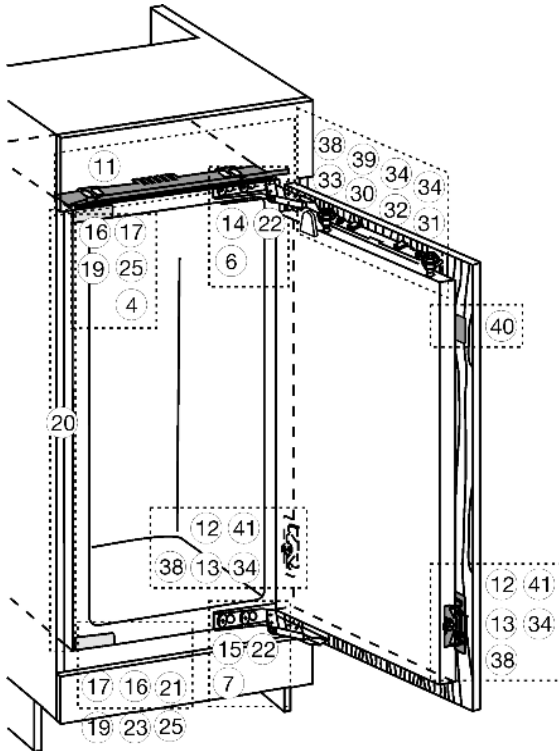
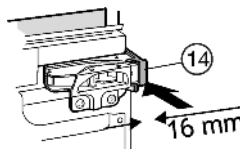
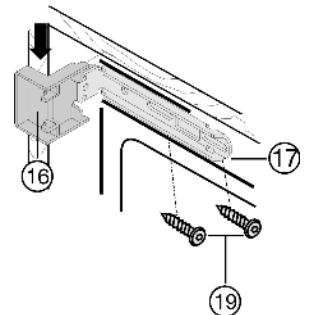
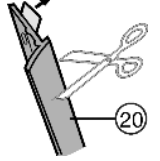

Fig. 9
Fig. 13
Fig. 14
Fig. 15
- ▶ Afdekkingen Fig. 9 (4,6,7) afnemen.
- ▶ Afstandhouder Fig. 13 (14) en afstandhouder Fig. 9 (15) op de scharnieren klikken.
- ▶ Afdekking Fig. 14 (16) boven en afdekking Fig. 14 (17) beneden op de bevestigingshoeken steken.
- ▶ De bevestigingshoeken Fig. 14 (17) boven met schroeven Fig. 14 (19) en beneden met schroeven Fig. 9 (19) zodanig vastzetten dat de hoek nog iets naar links en rechts bewogen kan worden.
- ▶ Beschermfolie van de afdekrail Fig. 15 (20) trekken.
- ▶ Afdekrail Fig. 15 (20) aan de kant van de handgreep en sluitend met de voorkant aan de neus van de afdekking Fig. 14 (16) plaatsen en aan de zijwand van het apparaat opplakken.
- ▶ Afdekrail Fig. 15 (20) indien nodig van onderen inkorten: De afdekrail Fig. 15 (20) moet 3 mm boven de bovenrand van de onderste bevestigingshoek Fig. 9 (17) eindigen.
- ▶ Apparaat inschuiven tot de afdekkingen Fig. 14 (16) de meubelzijwand raken Fig. 14.
- ▶ Houd rekening met de opbouwafmeting (diepte van de deuraanslagonderdelen): Scharnieren en afdekkingen Fig. 14 (16) met de opbouwafmeting uit laten steken.
- ▶ Apparaat via de stelvoetjes met de bijgesloten gaffelsleutel Fig. 9 (21) recht uitlijnen.